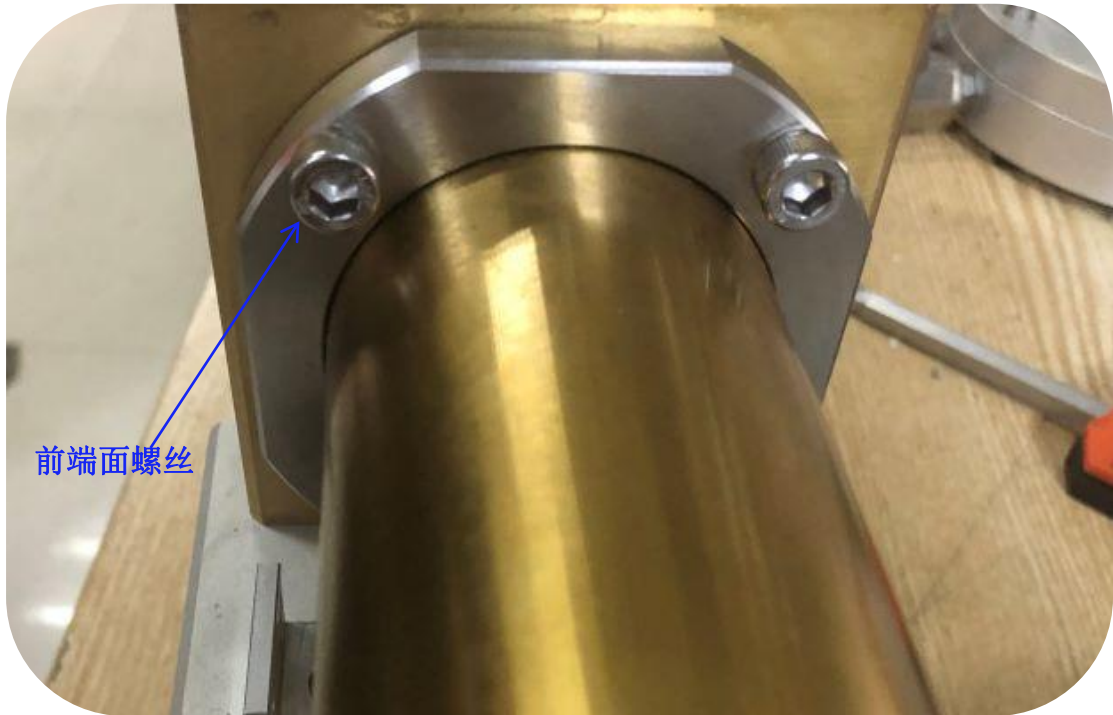
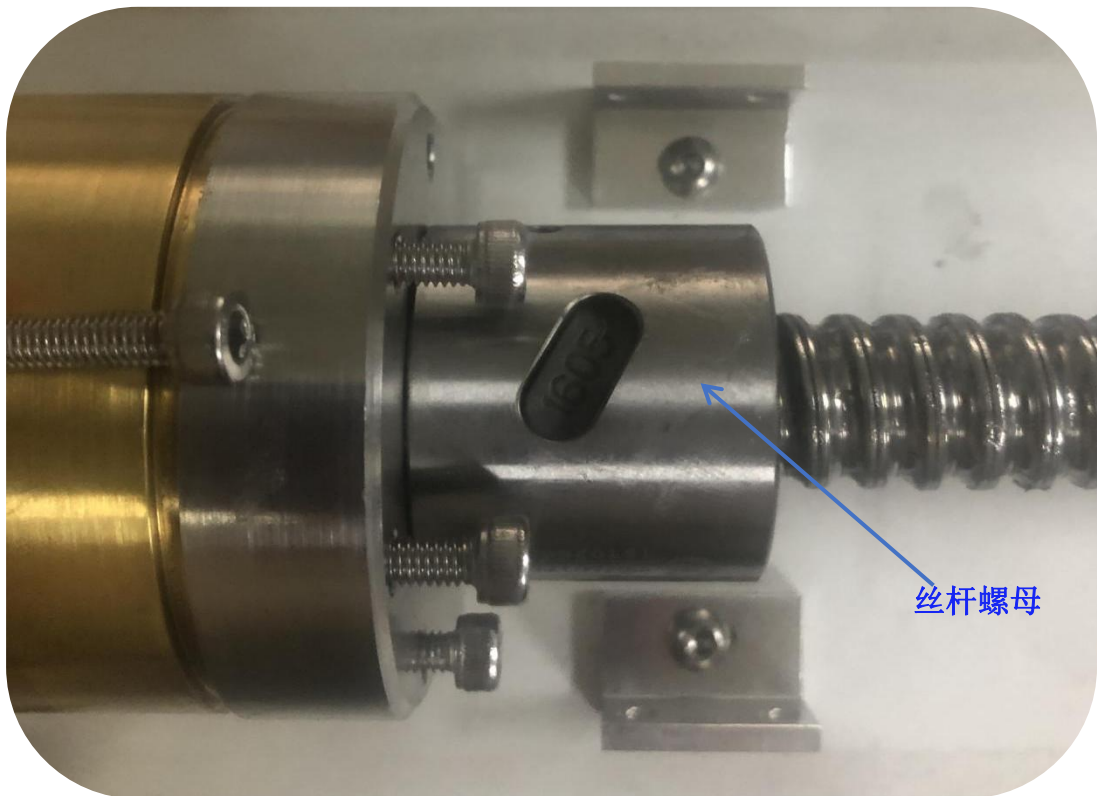

图 6 拆除缸体前端面
图 7 丝杆螺母示意图
- 1) 使用 5mm 的内六角扳手拆除缸体前端面螺丝, 如图 6 所示, 拆除过程中禁止旋转丝杆螺母, 防止丝杆螺母中滚珠掉出, 丝杆螺母如图 7 所示: